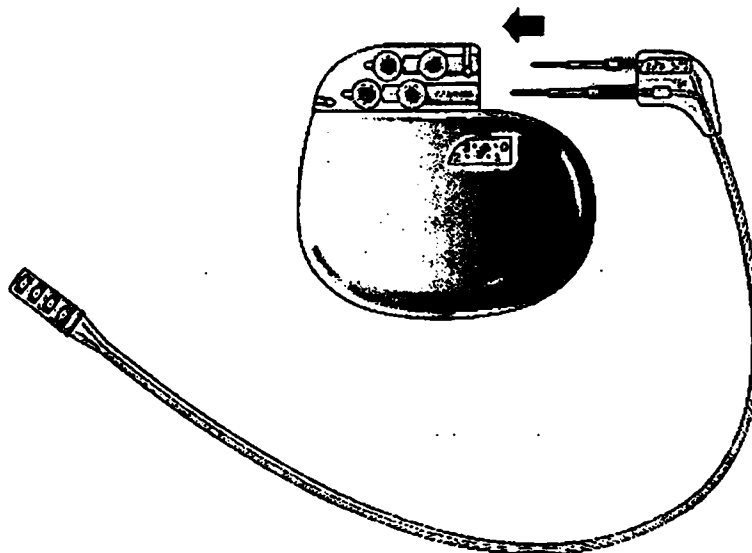

Figura 1. Introduzca completamente las clavijas de conexión de la extensión en el neuroestimulador
3. Inserte las clavijas de conexión de la extensión apropiadas en la toma correspondiente del neuroestimulador hasta que queden totalmente encajadas dentro del bloque de conexión (Figura 1). Si encuentra resistencia al insertar las clavijas de conexión, utilice la llave dinamométrica (suministrada con el neuroestimulador) para aflojar los tornillos de fijación.